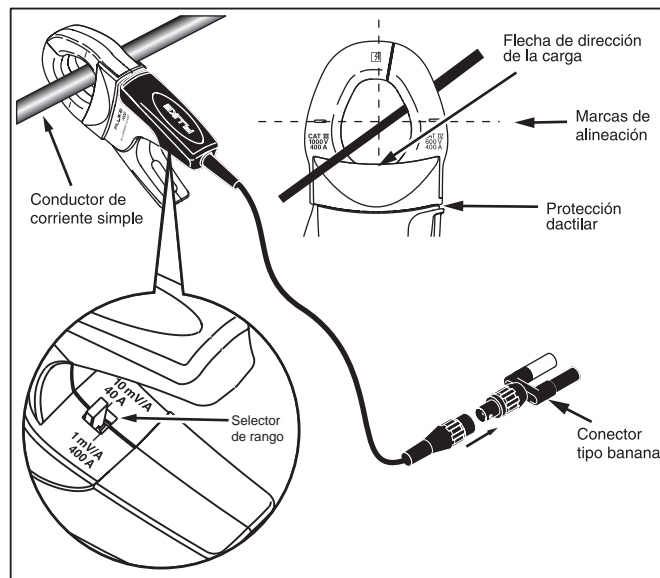

Figura 1. Configuración de i400s
- No sostenga la pinza amperimétrica desde la parte posterior a la protección dactilar, vea la figura 1.
Para usar el i400s, remítase a "Consideraciones de medición" y a la figura 1:
**Para evitar descargas eléctricas o lesiones personales, mantenga los dedos detrás de la protección dactilar, consulte la figura 1.**